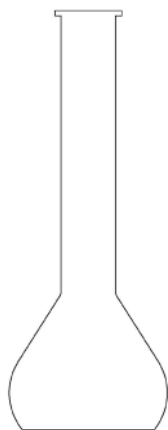

Рис. 158. Колба Штоманна
2. **Колба Штоманна** (рис. 158) имеет на горле две кольцевые отметки, так как объем вылитой жидкости будет несколько меньше отмеренной.